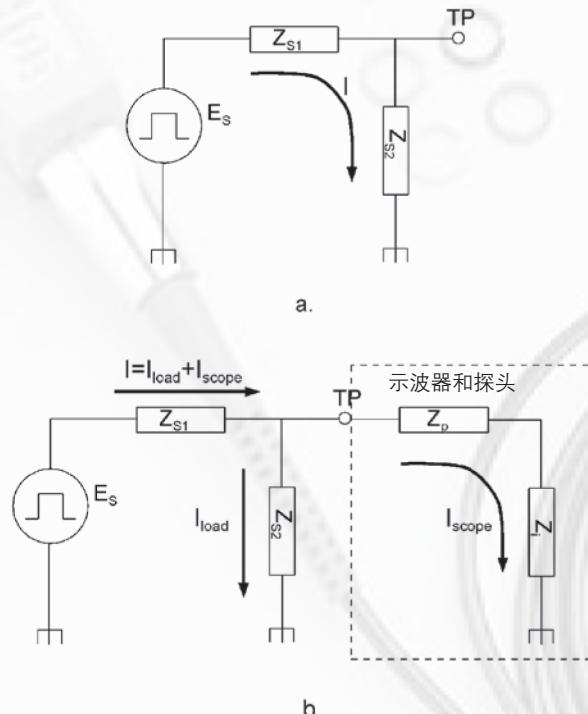

图 4.1. 在测试点 (TP) 上测量的信号可以通过信号源和相关的负荷阻抗表示 (a)。探测测试点在信号源负荷上增加了探头和示波器阻抗，导致测量系统吸收部分电流 (b)。
为获得信号的示波器显示，必须把信号的某个部分转换成示波器的输入电路，如图 4.1 所示，其中测试点 (TP) 后面的电路使用信号源 E_s 和相关电路阻抗 Z_{s1} 和 Z_{s2} 表示，这是 E_s 上的正常负荷。在示波器连接到测试点上时，探头阻抗 Z_p 和示波器输入阻抗 Z_i 成为信号源上负荷的一部分。